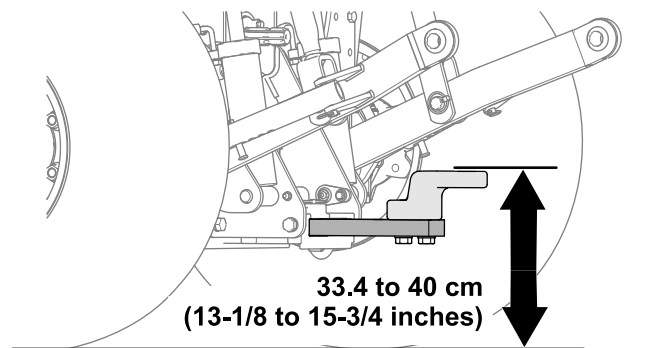

**Figura 20**
4. Regolate i bracci dello stabilizzatore (**Figura 20**) completamente verso l'esterno; fate riferimento ai *Manuali dell'operatore* per la macchina di traino.